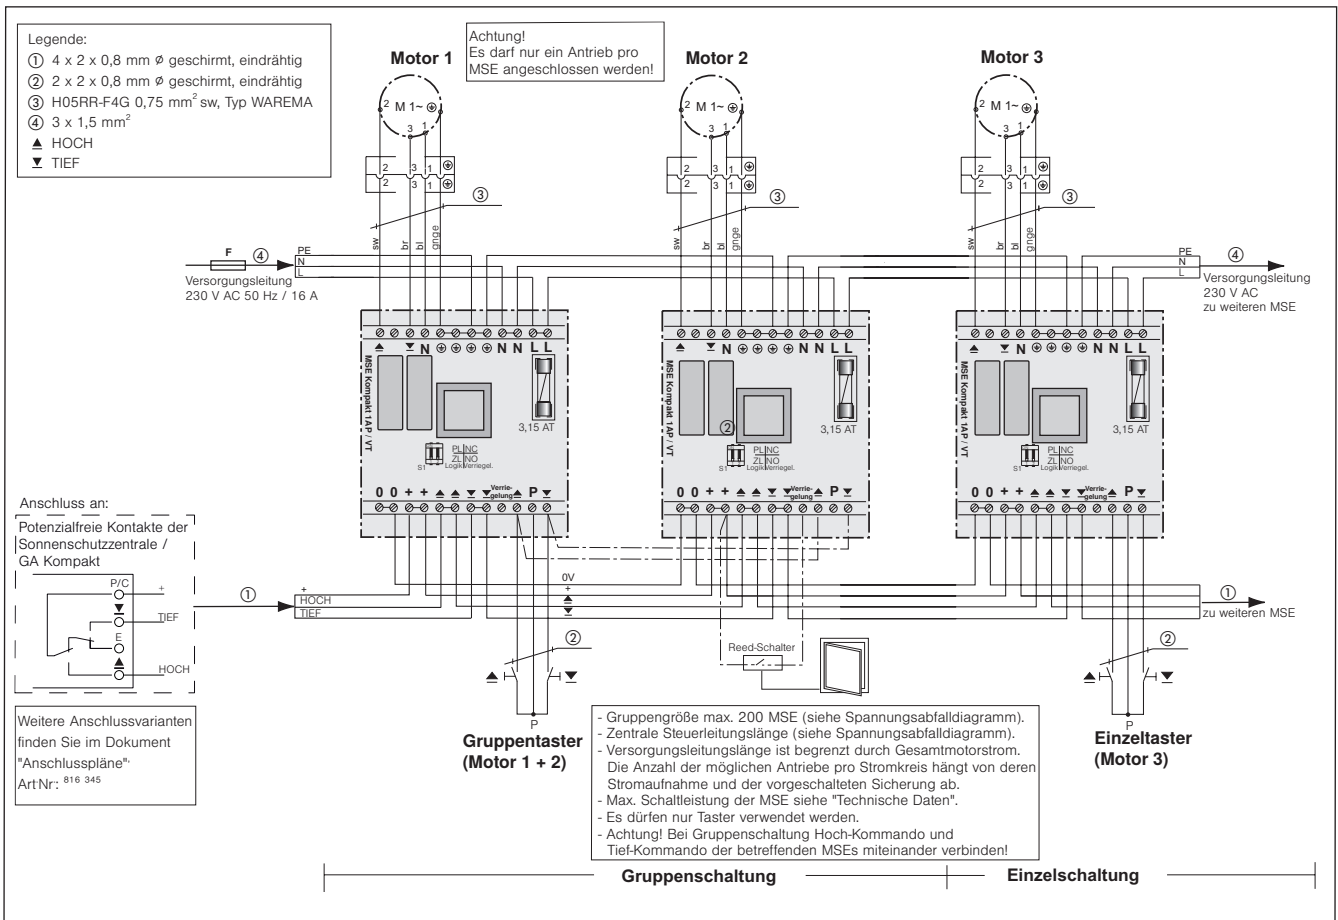
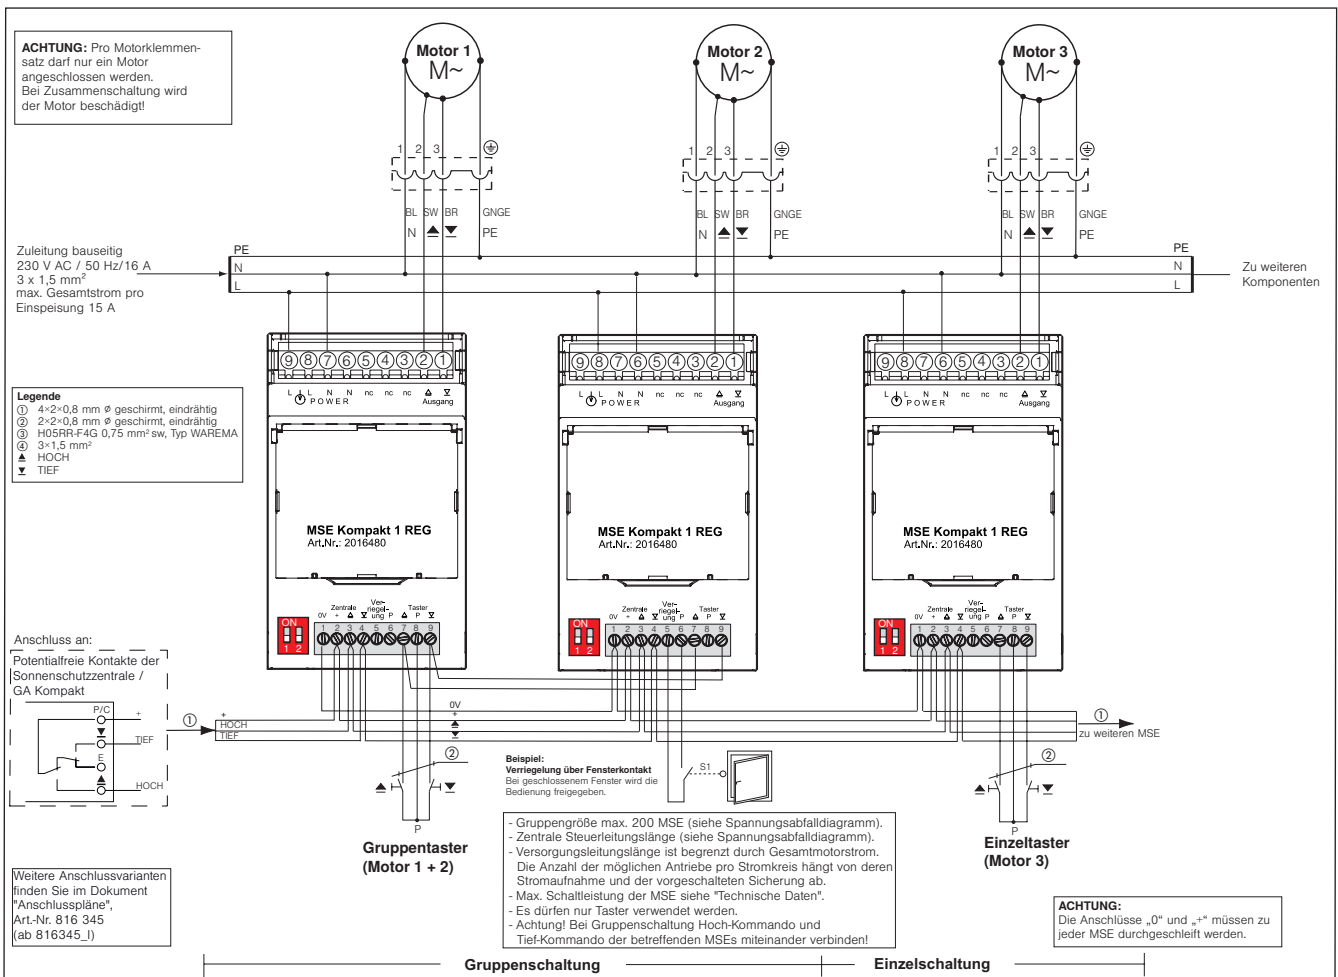

Abb. 4 Anschlussbeispiel MSE Kompakt 1 AP
Abb. 5 Anschlussbeispiel MSE Kompakt 1 REG
Wenn Sie Ihren Sonnenschutz gegen ein Fenster verriegeln wollen, so müssen Sie einen externen potentialfreien Schalter oder Reed-Schalter zwischen „+“ und den Verriegelungseingang der Motorsteuereinheit anschließen (siehe Abb. 4, Abb. 5).
Mehrere Motorsteuereinheiten können über die Steuerleitung als Gruppe geschaltet und zentral über einen Taster bedient werden. Beachten Sie hierzu die Anschlusspläne Abb. 4, Abb. 5 !
- Der elektrische Anschluss der Motorsteuereinheit erfolgt nach umseitigem Anschlussplan (s. Abb. 4, Abb. 5).